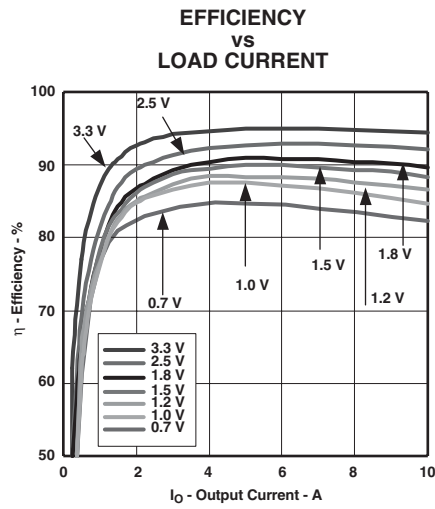
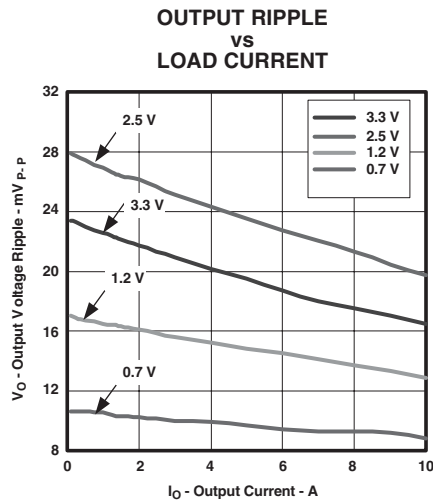
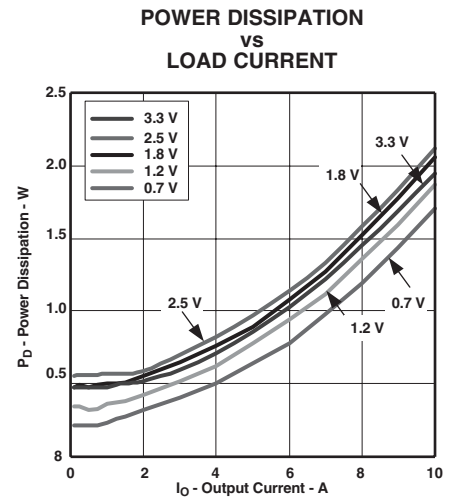

図 1
図 2
図 3
- (1) 電気的特性データは、25°Cでテストした実際の製品から求めたものです。このデータは、コンバータのデータと考えられます。図1、図2、および図3に対して適用されます。